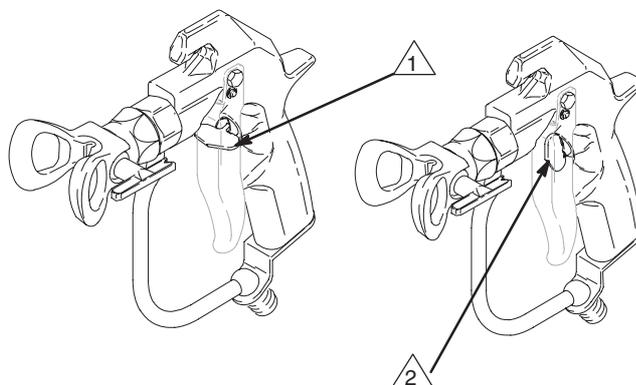

Fig. 1
1. Para engatar a lingueta de segurança do gatilho, rode o dispositivo de segurança num ângulo para a direita em relação ao corpo da pistola. Ver Fig. 1.
2. Para desengatar a lingueta de segurança do gatilho da pistola, empurre o dispositivo de segurança para fora e rode-o paralelamente ao corpo da pistola. Ver Fig. 1.